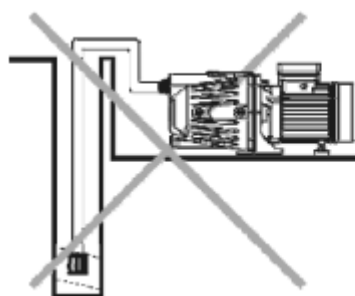

Рис. 1
4. Убедитесь, что резиновая трубка в подающем трубопроводе не слишком мягкая. Во избежание всасывания грязи и песка обратный клапан должен располагаться на расстоянии 30 см от дна. Все соединения всасывающего и нагнетательного трубопровода должны быть надежно уплотнены. Минимизируйте количество соединительных колен, в противном случае могут быть перебои с перекачкой воды (рис. 1).